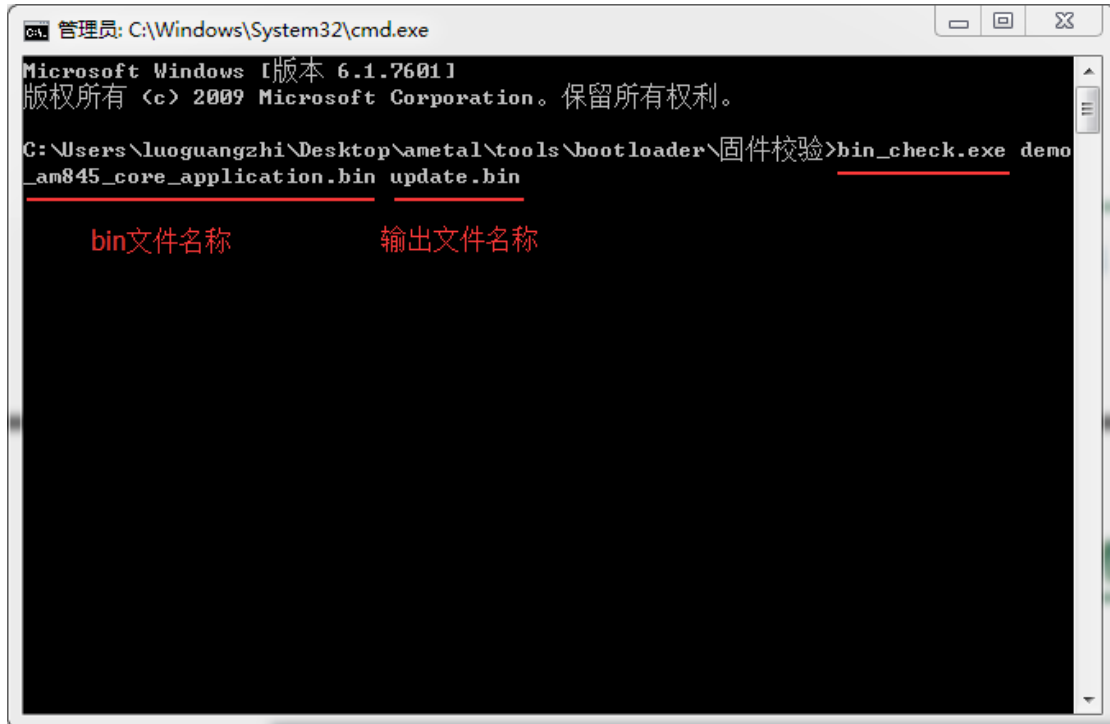
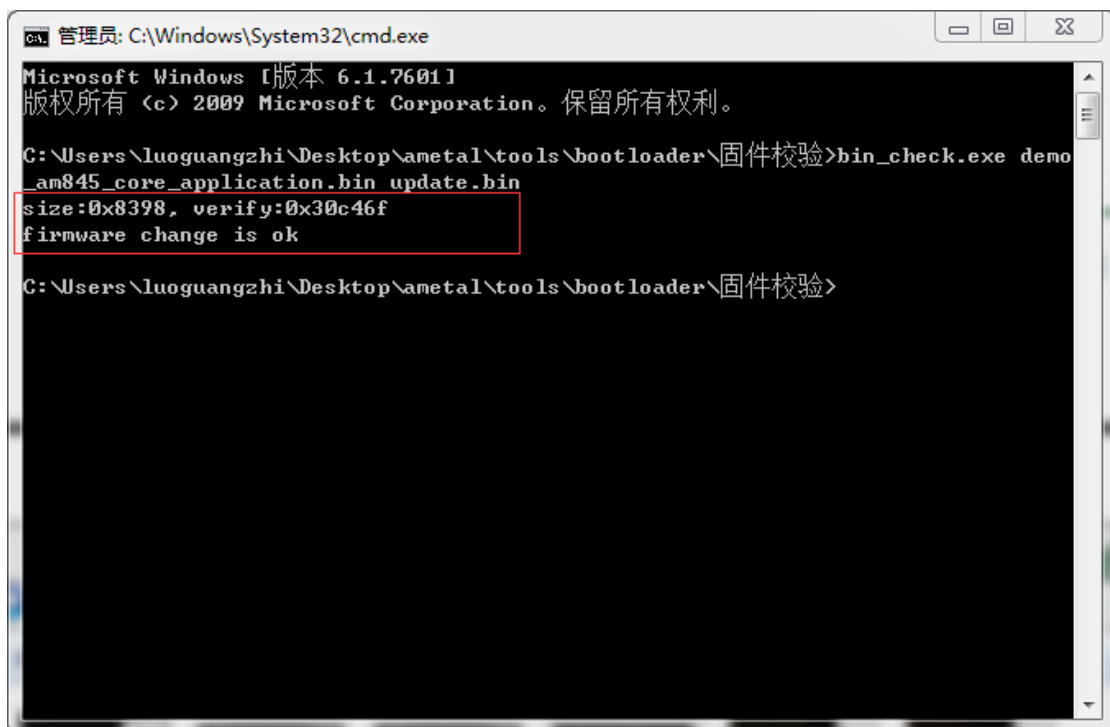

图 16: bin\_check 执行命令
图 17: bin\_check 执行完成
- 2、打开 cmd.exe，定位到当前目录，运行 bin\_check.exe 并传入参数，第一个参数为 bin 文件名称，第二个参数为输出文件名，如 图 16 所示。命令执行完成后如 图 17 所示。